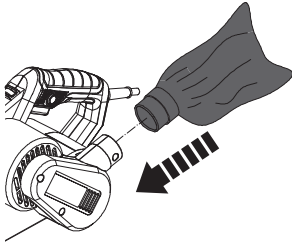

Fig. 7
1. Alinee el conector de la bolsa de polvo (14a) con la salida de extracción de polvo (6).
2. Coloque la bolsa de polvo (14) en la salida (6) hasta el tope (Fig. 7).